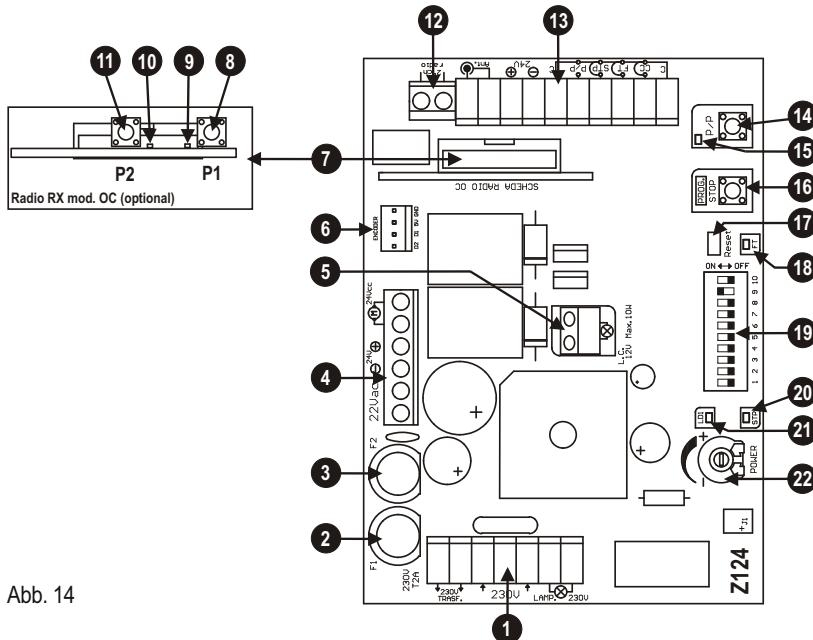

Abb. 14
BESCHREIBUNG DER TEILE (Abb. 14)
- 1) Taste PROG. gedrückt halten. Ein Reset ausführen, indem die Überbrückung Reset (Det. 17 in Abb. 14 mit dem Schraubenzieher kurzgeschlossen wird. 2- Taste PROG. gedrückt halten.
- 8) Um zum Normalbetrieb zurück zu kehren, ein Reset der Steuerung durchführen (den Verbinder Detail 17 in Abb. 14 kurzschließen)
Während der Erlernung wird mehrmals die Taste P/P betätigt (Det. 14 in Abb. 14), es kann aber auch der Befehl P/P (Klemme 14, Abb. 15) oder der im ersten Empfängerkanal gespeicherte Funksender benutzt werden.